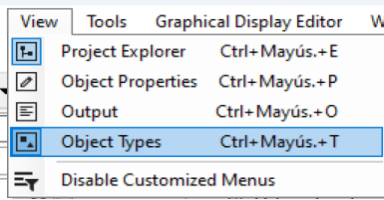

Imagen 138_ Selección tipo de objetos.
3.4 Para añadir los elementos vamos a seleccionar en la parte superior derecha la opción de “View - Object Types” como se observa en la **Imagen 138**.